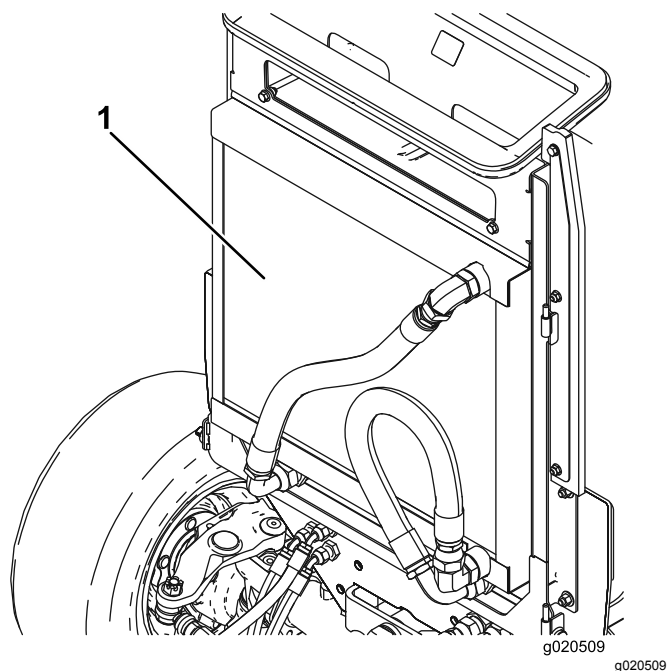

図 79
3. オイルクーラとラジエターの裏表を図 79 圧縮空気ですべて丁寧に清掃する。機体の前側からエアを吹きつけて後ろ側にゴミを吹き飛ばします。その後、今度は後ろ側から前側に向かって吹きつけて清掃します。この作業を数回繰り返してごみやほこりを十分に落とす。